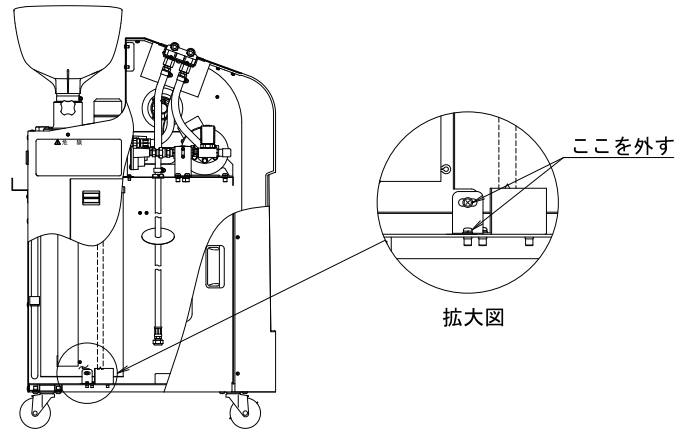

Fig.1.2
- 5) 製品と廃油タンクを固定している、取付ブラケットを外してください。(Fig.1.2)